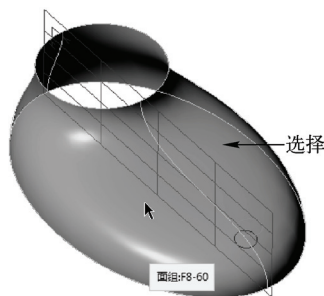

图 9-14 选择曲面
STEP 04 打开“造型：曲面修剪”选项卡，在绘图区中选择曲面，如图 9-14 所示。